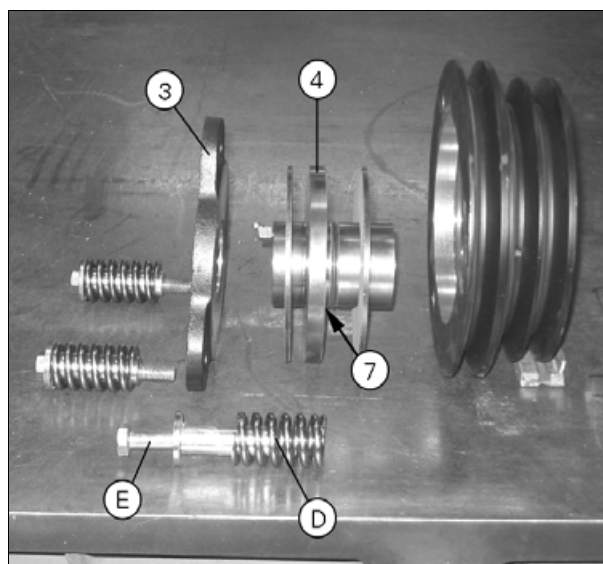

Рис. 9.
2. Снимите прижимные пружины (D) и втулки (E) *рис. 9.*